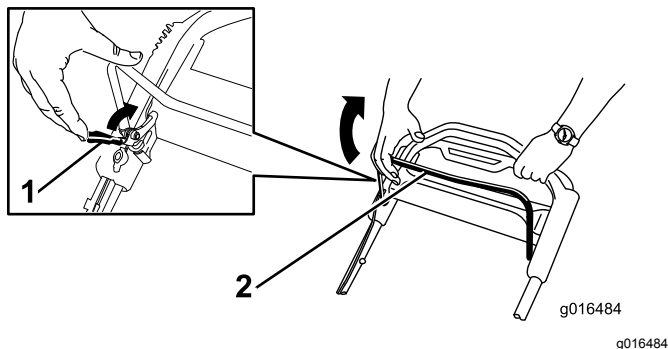

Figure 21
1. Ramenez le dispositif de verrouillage de la barre de commande des lames vers la barre de commande des lames (Figure 21).
2. Serrez **lentement** la barre de commande des lames contre le guidon (Figure 21).